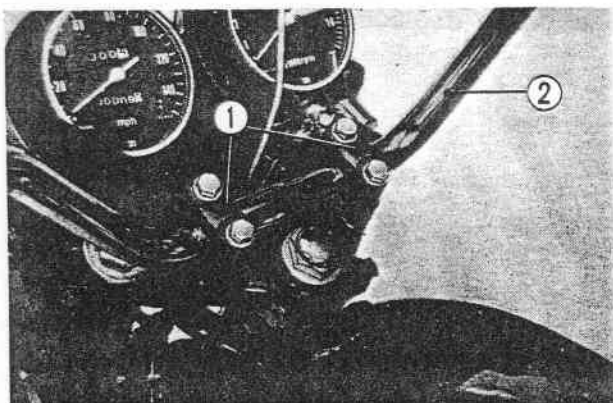

Fig. 11-3
4. Enlever les deux demi-colliers de fixation et déposer le guidon. (Fig. 11-3)